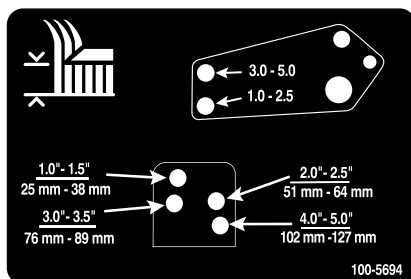

Figura 29
10. Alinhe os orifícios do elemento de ligação do amortecedor com os orifícios da altura de corte desejada na estrutura da plataforma do cortador e monte os respectivos passadores de forquilha e pernos de gancho (Figura 29).